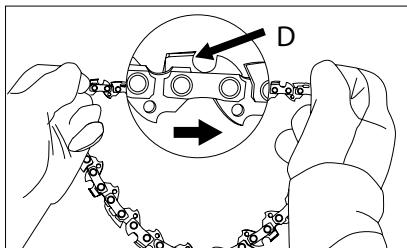

Fig. 7
5. Extienda la cadena en un círculo con los bordes cortantes (D) alineados con los punteros de la tapa de protección y en la barra de la motosierra (fig. 7).